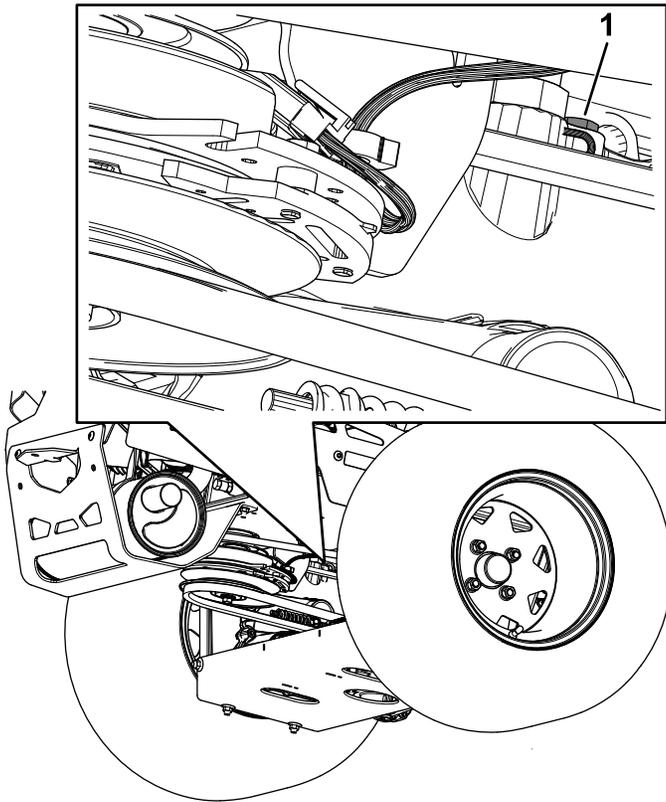

Figura 88
- **Transmisiones hidrostáticas ZT 5400:** utilice una llave de 7/16" para acceder al tapón de ventilación desde debajo de la máquina (Figura 88).